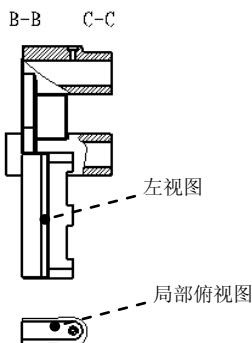
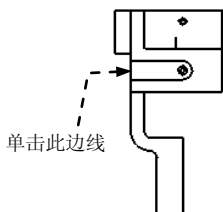

图 11.2.20 创建局部俯视图
图 11.2.21 选取参考
Stage9. 创建图 11.2.20 所示左视图的局部俯视图
Step1. 选取图 11.2.20 所示的左视图，选择 布局 功能选项卡 模型视图 区域中的  投影视图 (P) 命令。
(1) 在“绘图视图”对话框中选取 **类别** 区域中的 **可见区域** 选项, 在 **视图可见性** 下拉列表中选择 **局部视图** 选项。
(2) 绘制局部视图的边界线。
① 在系统  选择新的参考点。单击“确定”完成。的提示下, 单击图 11.2.21 所示的边线。